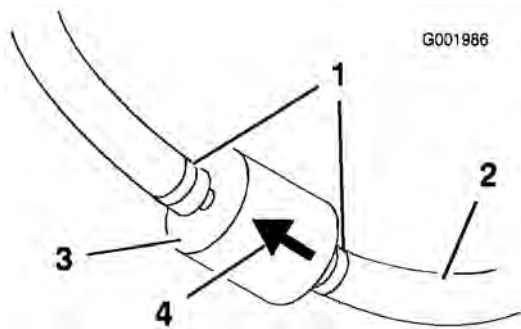

Bild 49
5. Drücken Sie die Enden der Schlauchklemmen zusammen und schieben Sie sie vom Filter weg (Bild 49).